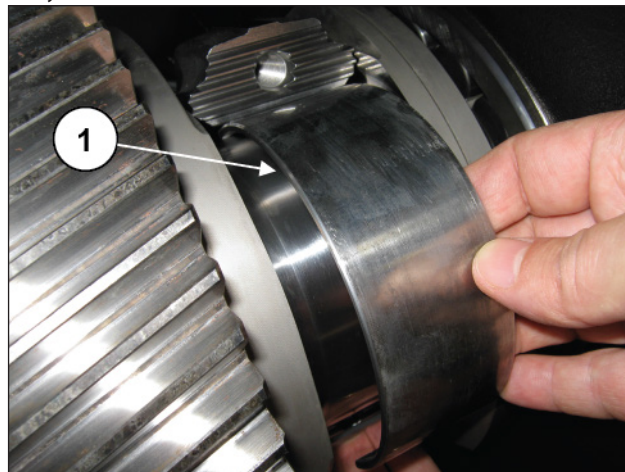

Рис. 32
Вытяните три верхних полуподшипника из половинок шатунов (поз. ①, Рис. 32).